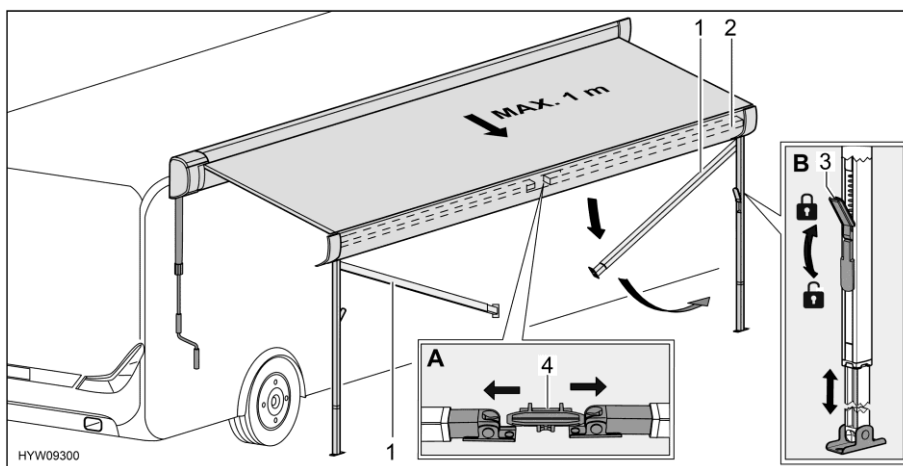

Fig. 17 Preparazione dei montanti di supporto
- Sbloccare i montanti di supporto (Fig. 17,1) dal supporto (Fig. 17,4) nel listello anteriore (Fig. 17,2). A tale scopo, premere leggermente verso l'esterno i montanti di supporto (Fig. 17,A).
- Allentare i bloccaggi (Fig. 17,3) dei montanti di supporto. A tale scopo, ripiegare la leva di serraggio verso il basso.
- Estrarre la parte inferiore dei montanti di supporto fino alla lunghezza desiderata (Fig. 17,B).
- Chiudere i bloccaggi (Fig. 17,3) dei montanti di supporto. A tale scopo, tirare verso l'alto la leva di serraggio.